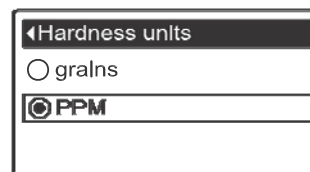

РИС. 47
1. С любого прокручивающегося экрана статуса нажать кнопку ВЫБОР (O) для отображения **Главного меню**.
3. Нажать кнопку ВЫБОР (O) для отображения меню **Настройки пользователя**.
5. Нажать кнопку ВЫБОР (O) для отображения меню **Единицы жесткости** (См. Рисунок 47).
6. Если желаемая единица жесткости уже отмечена черной точкой напротив нее (См. Рисунок 47), перейти к Шагу 7. В противном случае, нажать кнопки ВНИЗ (▼) или ВВЕРХ (▲), чтобы прокрутить до другой единицы жесткости, затем нажать кнопку ВЫБРАТЬ (O) чтобы подтвердить ее.
7. Нажать кнопку ВЫБРАТЬ (O). Дисплей вернется обратно в меню **Установки пользователя**.